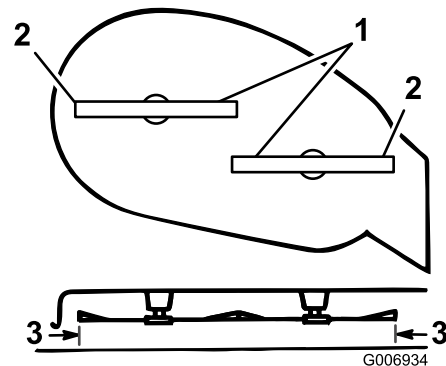

Figura 36
5. Gire cuidadosamente las cuchillas colocándolas perpendicularmente al sentido de avance de la máquina (Figura 36).
- Mida entre los bordes de corte exteriores y la superficie plana (Figura 36). Si hay una diferencia de más de 5 mm entre ambas dimensiones, ajústelas y continúe con este procedimiento.